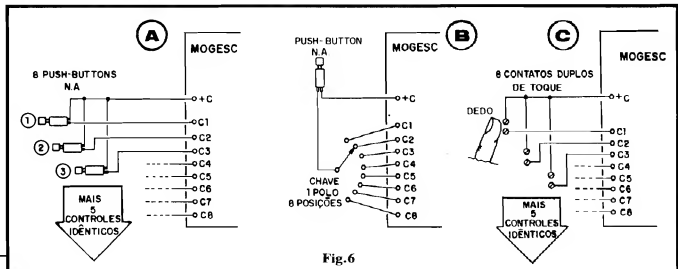

Fig.6
- FIG. 6 - AMPLIANDO AS POSSIBILIDADES DE COMANDO DO "MOGESC" - Conforme mencionado no início, o MOGESC é um projeto "em aberto", quanto à forma de acionamento dos comandos, ficando por conta do montador a escolha do método (que dependerá, também, da própria aplicação final "imaginada"...). Temos, na figura, 3 sugestões básicas, práticas e fáceis:
- **FIG. 7 - OPÇÕES PURAMENTE ELETRÔNICAS PARA OS COMANDOS** - Além dos comandos "diretos" (fig. 6) o MOGESC aceita também controles puramente eletrônicos para o acionamento de sons. Através de circuitos especialmente projetados, o Hobbyista mais avançado poderá realizar interessantíssimas experimentações a respeito... É só